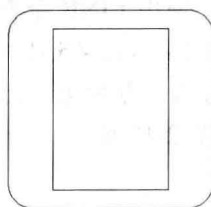

图 3-2 绘制矩形
步骤 3 重复步骤 (2) 的操作,使用 RECTANG 命令, 输入 F, 设置矩形圆角半径为 0, 以 $(157.5,192.5)$ 和 $(202.5,127.5)$ 为矩形的角点和角点绘制矩形, 效果如图 3-2 所示。